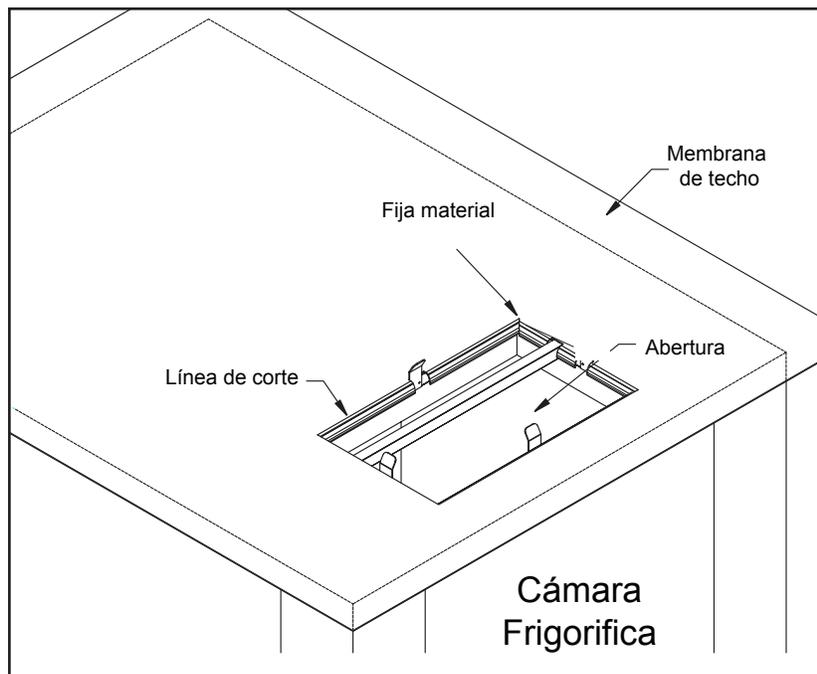

Figura 2
3. Coloque el material de membrana de techo sobre las secciones de techos y cuadro portador, dejando una saliente de aproximadamente seis pulgadas (15 cm) en los cuatro lados de la cámara. Usando un cuchillo para uso general, haga un agujero en la membrana de techo de aproximadamente 1-1/2" (3,8 cm) desde el borde del cuadro portador de la abertura. (El agujero resultante en la membrana será menor que la abertura del techo). Doble las solapas de 1-1/2" (3,8 cm) de la membrana en la abertura, formando una muesca en la membrana alrededor de los localizadores y divisor. Use tornillos metálicos, masilla o pegamento, etc. para fijar el material de membrana de techo al interior del cuadro portador del marco. Vea la figura 2.